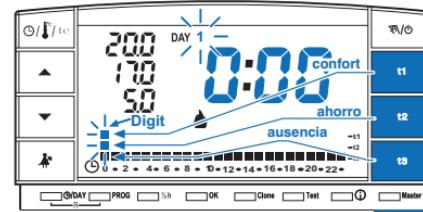

fig. 9
En la pantalla parpadearán los dos dígitos t_1 y t_2 relacionados con la hora 0:00 y el número 1 correspondiente al día Lunes (fig. 9)
- La selección de la temperatura y de la hora (dígito parpadeante) se producirá pulsando la correspondiente tecla (t_1 , t_2 y t_3) (fig. 9).